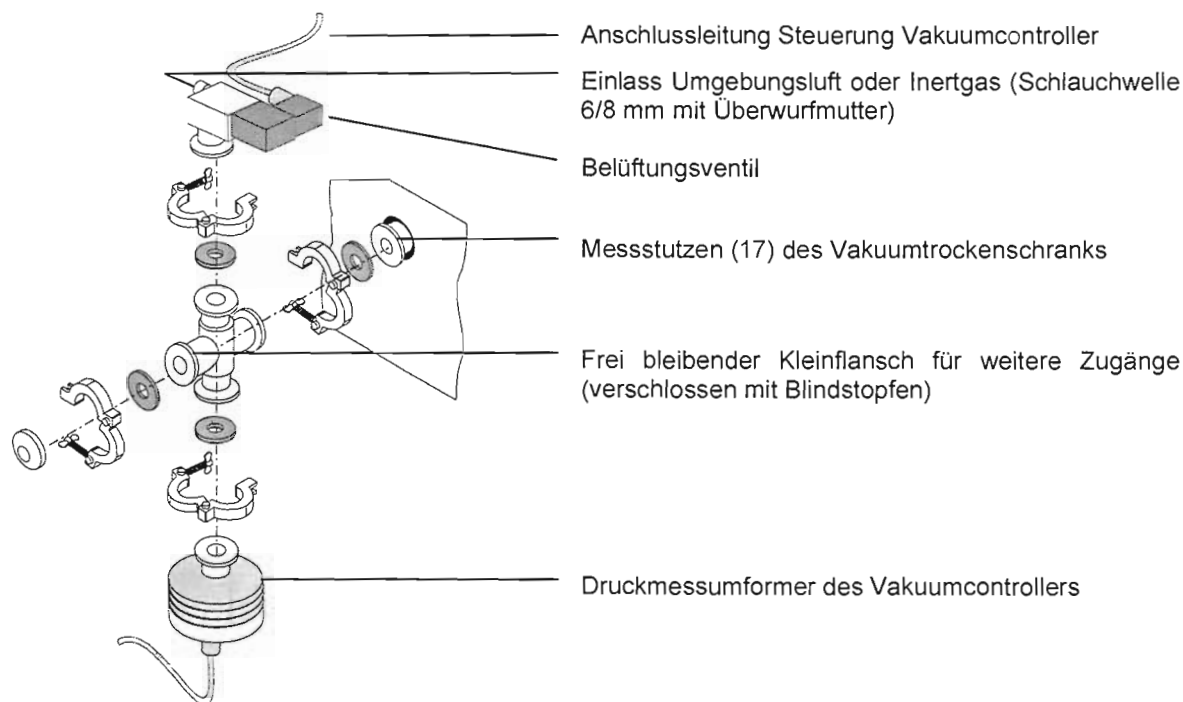

Abbildung 21: Montage Belüftungsventil (Option, Art. Nr. 8012-0233)
Das Belüftungsventil wird an den Messstutzen (17) an der Rückseite des Vakuumschranks montiert (Abbildung 21). Alle notwendigen Anbauteile sind im Set unter Art. Nr. 8012-0233 enthalten.